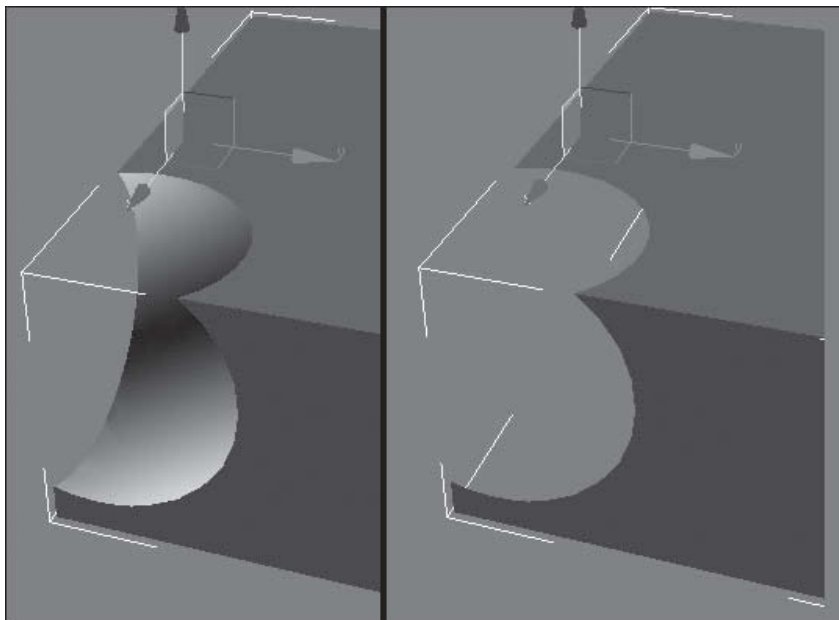

Fig.2.101
- ▶ **Cookie** : les opérandes coupent l'objet de base au lieu de le « creuser » (fig.2.101). Par exemple, la sphère coupe la boîte au lieu de la creuser.